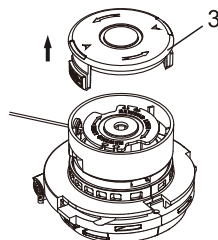

Fig. 15
2. Tout en appuyant sur les deux boutons de verrouillage de la bobine, retirez le capuchon de la bobine (3) du boîtier de la bobine (Fig. 15).